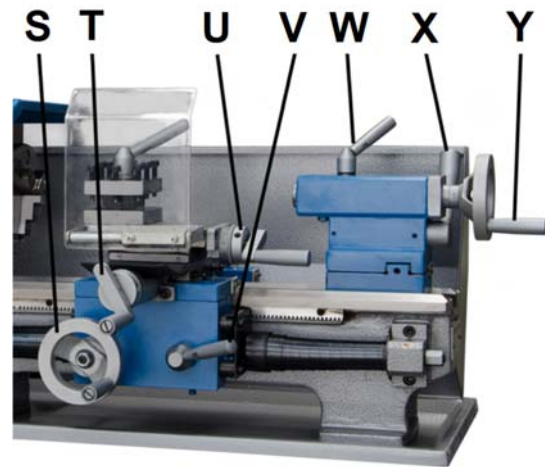

Abb. 10-6: Bedienelemente der Maschine
Schlosskastenverstellweg (S, Abb. 10-6), Querverfahrweg (T) und Oberschlittenverfahrweg (U) können auf Längs- und Planvorschub eingestellt werden.
Den Mutterschlossehebel (V, Abb. 10-6) nach unten drücken, um den automatischen Längsvorschub zu aktivieren. Zum Deaktivieren nach oben drücken.